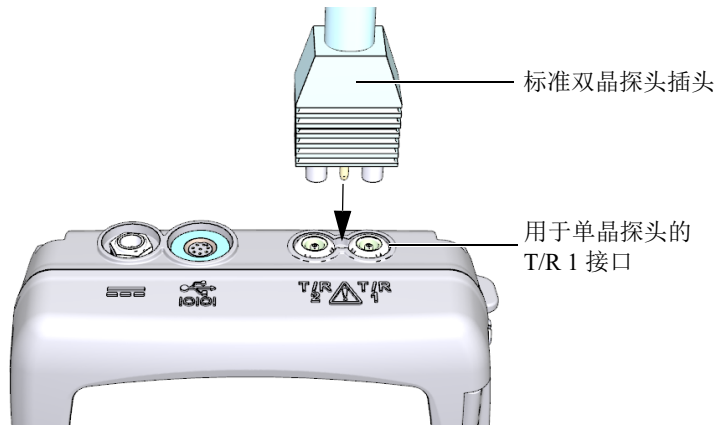

图 5-1 插入探头
1. 将探头插入 38DL PLUS 仪器机壳顶部的探头接口中（参见第 66 页的图 5-1）。单晶探头插入 T/R 1 接口中。